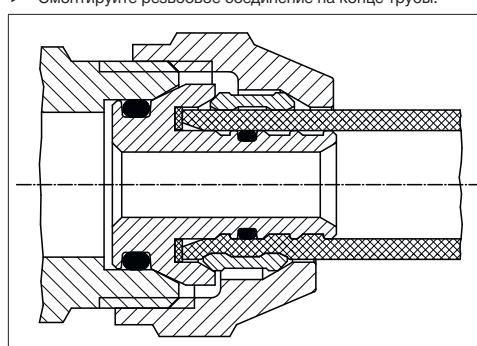

Рис. 4: Смонтированное резьбовое соединение
- ▶ Смонтируйте резьбовое соединение со стяжным кольцом (см Рис. 4.).